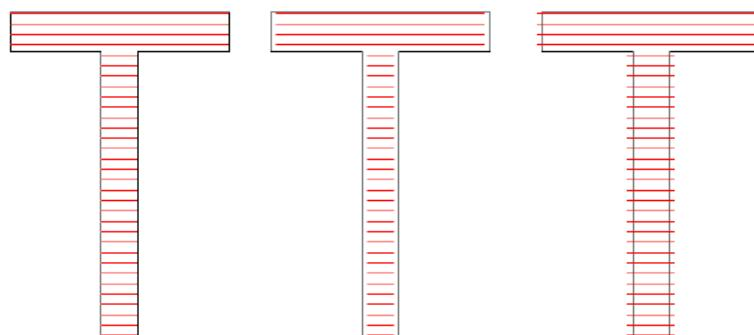

Рис. 3-10. Linereduction
**Linereduction:** Уменьшение линии штриховки с обеих сторон (Рис. 3-10).